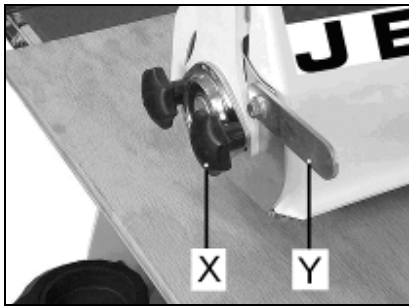

Fig 19
Die linke Bürstenlagerung kann in der Höhe verstellt werden (Fig 19).
Lockern Sie die 2 Sterngriffe (X, Fig 19) und heben Sie das freie Trommelende mit Hilfe des Excenterhebels (Y) an.